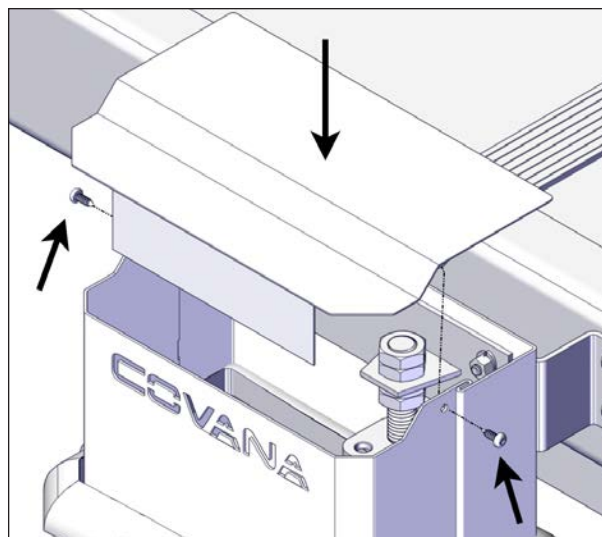

FIGURE 81: INSTALLATION DE LA PLAQUE SUPÉRIEURE
26. Installer la plaque supérieure pour les 4 colonnes télescopiques. Utiliser les vis autoperceuses à tête carrée n° 8 x 1/2 po (2 vis par colonne télescopique) voir Figure 81.